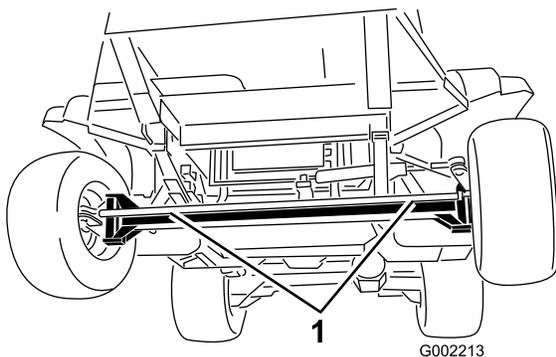
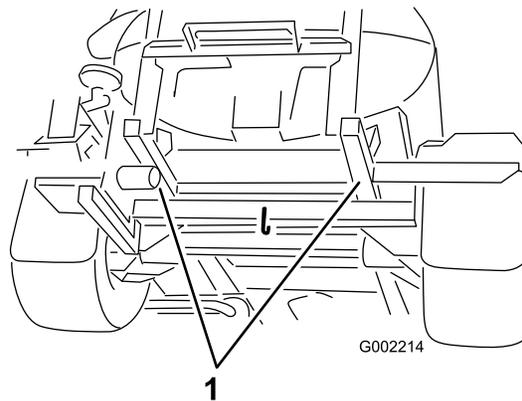

Figura 46
Figura 47
4. Ate um cabo de reboque ao chassis; consulte os pontos de reboque dianteiros e traseiros (Figura 46 e Figura 47).